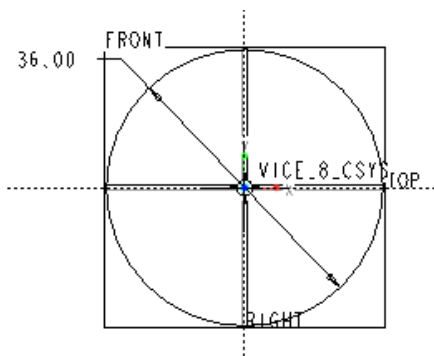

図 6-23 円と直径の定義
- ・「円描画ツール」 を使ってデータム平面の中央を中心とする直径 36mm の円を描く（図 6-23）。